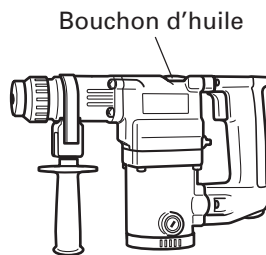

Fig. 19
- (1) Démonter le bouchon d'huile et essuyer complètement la vieille graisse à l'intérieur. (Fig. 19)
- (2) Appliquer 17,5 g (la quantité standard pour recouvrir la tige de connexion) de graisse pour marteau électrique Hitachi A dans le carter.
- (3) Après avoir remplacé la graisse, remonter fermement le bouchon d'huile. A ce moment, en pas endommager ni desserrer le joint torique.